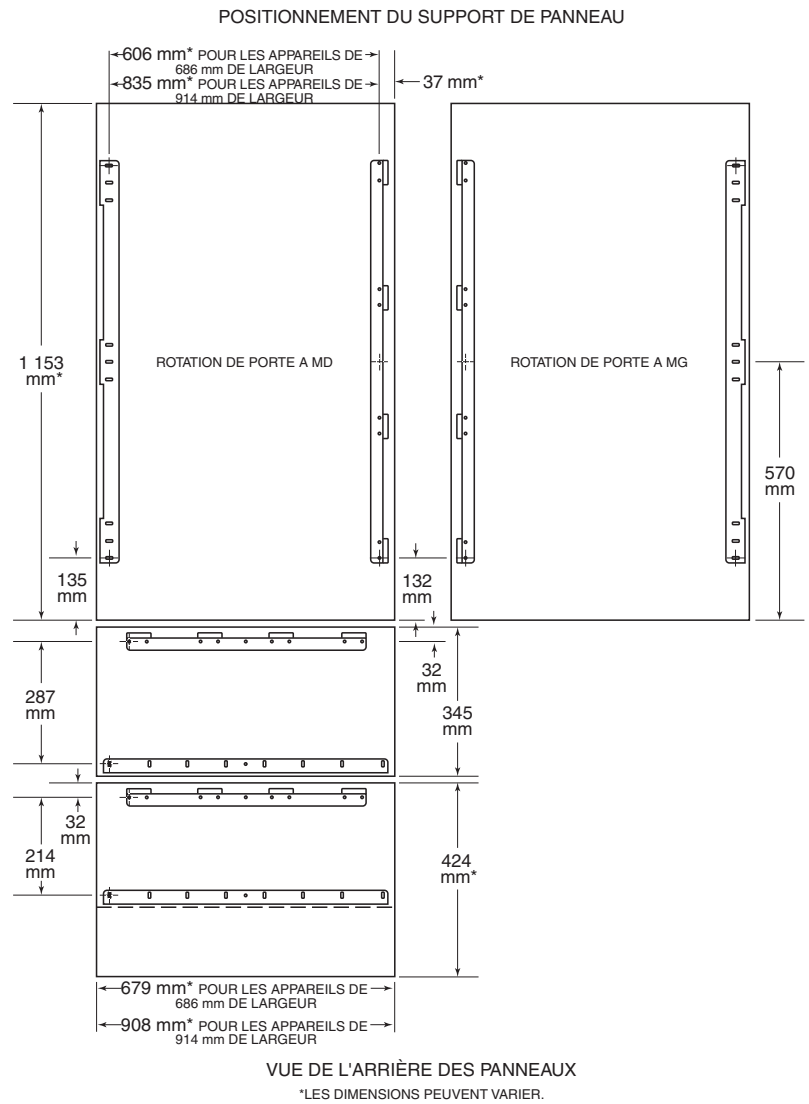
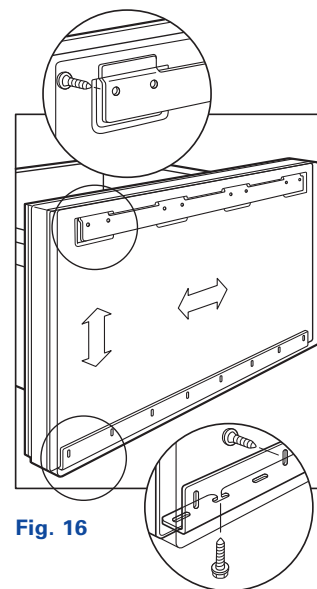

Fig. 13
Fig. 16
Lorsque vous avez repéré la position adéquate du support, marquez les avant-trous, retirez le gabarit et percez les avant-trous pour monter le support. Il est préférable de commencer par percer quelques trous, de positionner le support, de percer les avant-trous restants, puis de fixer le support avec les vis n° 8 x 12,7 mm fournies. La figure 13 montre l'emplacement des pièces de montage pour les panneaux de porte et de tiroir.
**REMARQUE IMPORTANTE :** Les dimensions indiquées à la figure 13 tiennent compte d'un espace de 3 mm. Il peut atteindre jusqu'à 6 mm ; le cas échéant, les dimensions de panneau devront alors être ajustées en conséquence.
Maintenez le gabarit en place avec du ruban adhésif ou une petite pince et marquez les emplacements des avant-trous. Retirez le gabarit et percez les avant-trous. Posez les supports de montage à l'emplacement approprié en plaçant le support à pattes par-dessus le support en « L », dans le bas du panneau. Fixez solidement les supports à l'aide des vis n° 8 x 12,7 mm fournies. Reportez-vous à la figure 16 ci-après. Page 17, la figure 13 montre également l'emplacement de la quincaillerie de montage des panneaux de tiroir.
Tandis que les deux supports de montage sont en place, posez le panneau de tiroir en engageant d'abord le support à pattes supérieur, puis en faisant glisser le support de montage inférieur en « L » sur les vis de mise en place. Chaque panneau de tiroir peut être ajusté de 6 mm vers le haut, vers le bas ou sur les côtés. Serrez toutes les vis sur le support inférieur en « L » pour fixer le panneau de tiroir. Reportez-vous à la figure 16 page 60.